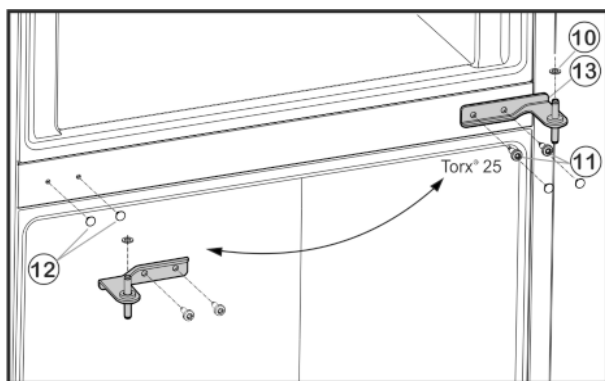

Fig. 6
- ▶ Аккуратно снимите крышки *Fig. 6 (12)* и вставьте их на противоположной стороне.